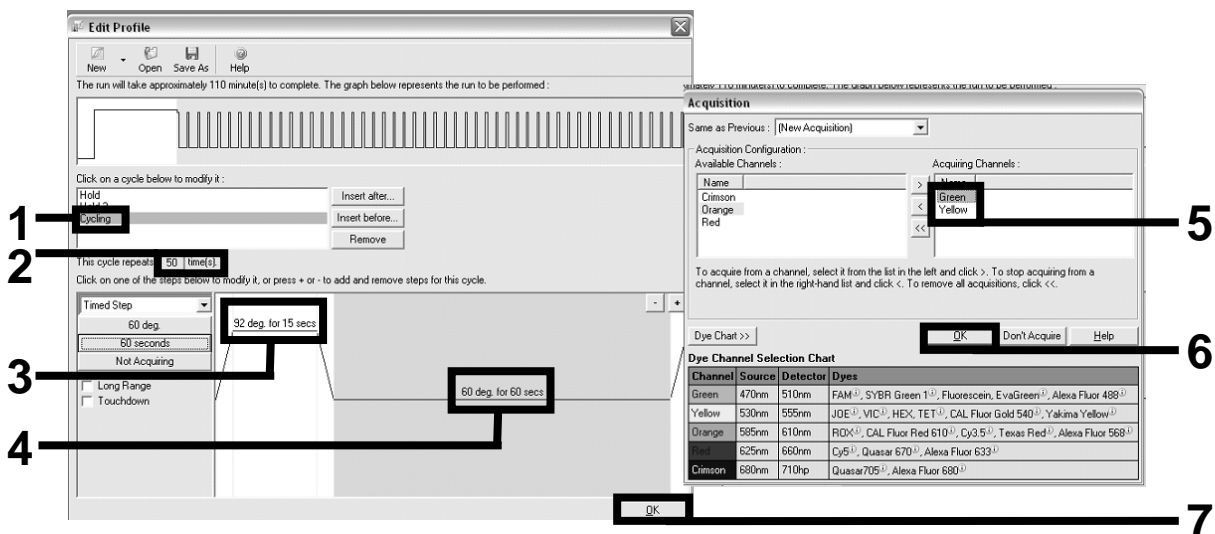

Abbildung 5. Amplifikation der DNA.
Amplifikation der DNA	Abbildung 5
13. Klicken Sie im nächsten "New Run Wizard"-Dialogfenster auf die Schaltfläche "Edit Profile" („Profil editieren“) und programmieren Sie das in Tabelle 4 und Abbildung 5 wiedergegebene Temperaturprofil ein. Vergewissern Sie sich, dass bei jedem Zyklus als letzter Schritt die (Daten-)Erfassung bei 60 °C eingefügt ist – sowohl für den grünen Fluoreszenz-Kanal ("Green"; Farbstoff FAM) als auch den gelben Kanal ("Yellow"; Farbstoff VIC).